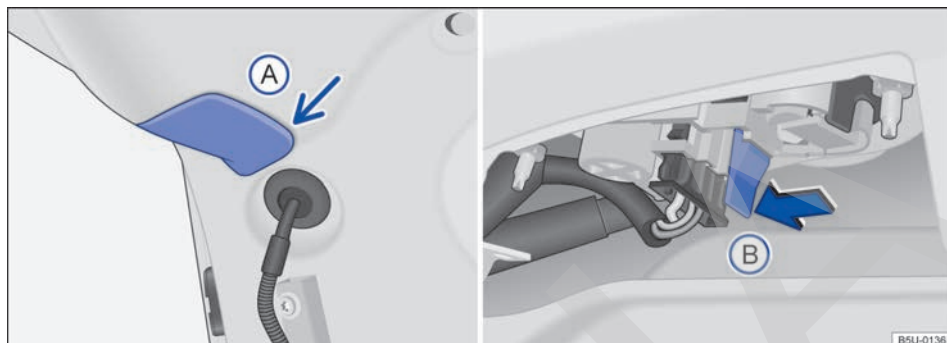

Fig. 171 En la tapa del compartimento de equipaje: remover la cobertura y soporte de las lámparas.
3. Con el auxilio de un destornillador, remover cuidadosamente la cobertura (A) → fig. 171 en la tapa.
4. Para destrabar el soporte de las lámparas, presionar la lengüeta de bloqueo (B) → fig. 171 y tirar del soporte de las lámparas hacia afuera.